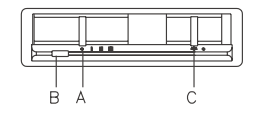

Fig. 7
- Un commutateur à 4 positions pour le contrôle du moteur (position OFF, 1re, 2e et 3e vitesse) (fig. 7, réf. A).
- Une lampe de contrôle du fonctionnement du moteur (fig. 7, réf. B).
- Un interrupteur pour la lampe d'éclairage (fig. 7, réf. C).